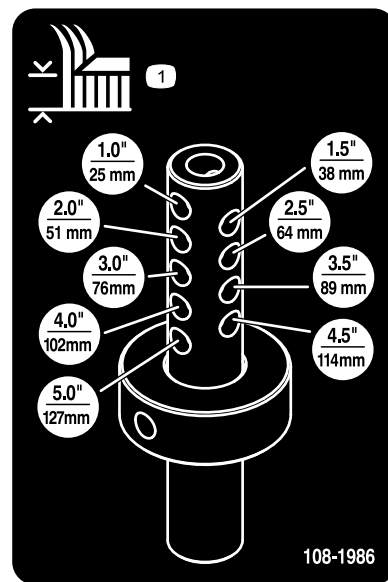

Bild 10
- Richten Sie den Schnitthöhenstellring mit den gewünschten Schnitthöhenlöchern an der Schnitthöhenstange aus (Bild 10).